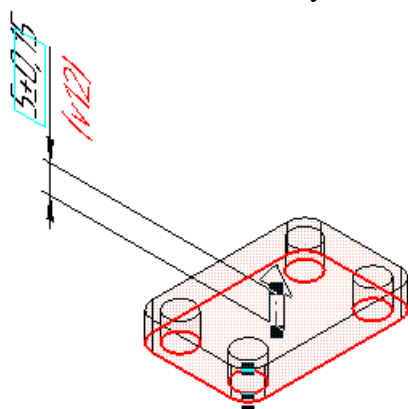

Рис.4
**Прямое направление**. получите **фантом будущего параллелепипеда с отверстиями**, Рис.4.